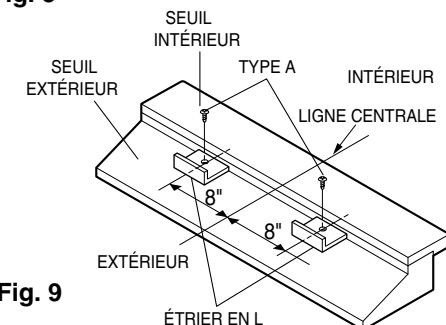

Fig. 9
- b. Les étriers en L servent à maintenir l'appareil solidement en place. Veillez à bien assujettir les étriers en L à la face arrière du seuil intérieur. Voyez la Fig. 9.
- a. Levez soigneusement le climatiseur et glissez le dans l'ouverture de la fenêtre. Veillez à ce que le rail de guidage inférieur se loge convenablement sur les étriers en L. Voyez la Fig. 9.